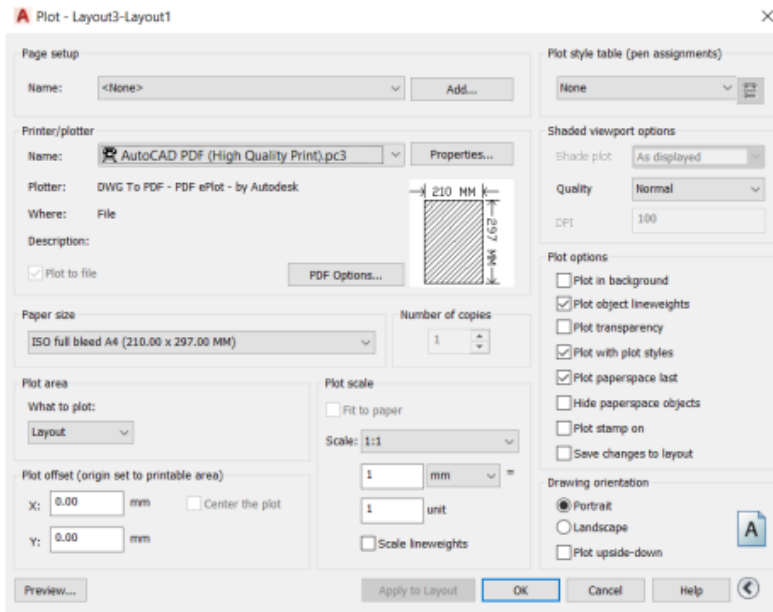

Figura 7.18. Ventana plot configurada.
2. Formato de Plot. Como se observa en la figura 7.18 la configuración de la plantilla ya está configurada con nuestras características hechas anteriormente y de clic en ok.